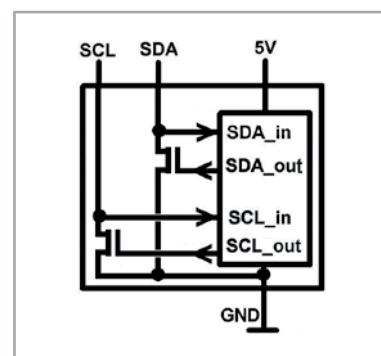

Bild 3: Das I²C-Hardware-Interface
Das eigentliche Hardware-Interface sieht schaltungstechnisch überall gleich aus (Bild 3). Als Ausgänge sind immer Open-Collector-Ausgänge (OC) realisiert. Die Eingänge werden oft in der Schal-